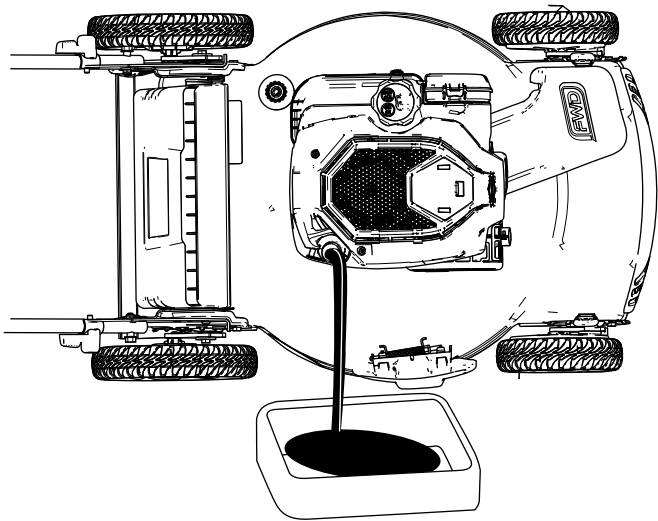
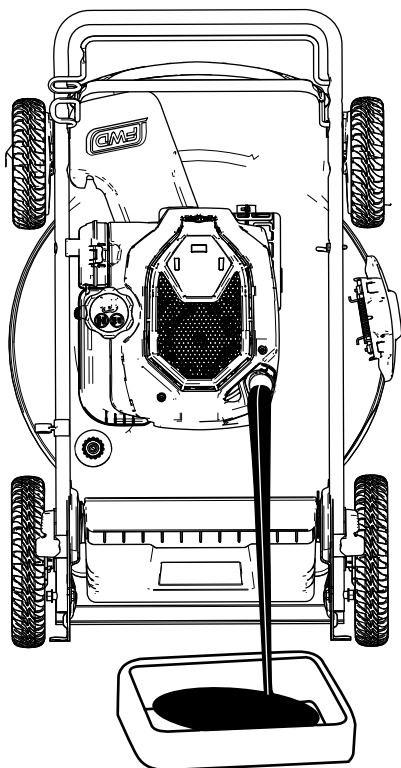

Figure 27
Figure 28
4. Basculez la machine sur le côté (filtre à air en haut) pour vidanger l'huile usagée par le goulot de remplissage (Figure 27) ou placez la machine en position de rangement à la verticale (Figure 28). Reportez-vous à la section Remisage de la machine en position verticale (page 12) pour vidanger l'huile usagée par le tube de remplissage.